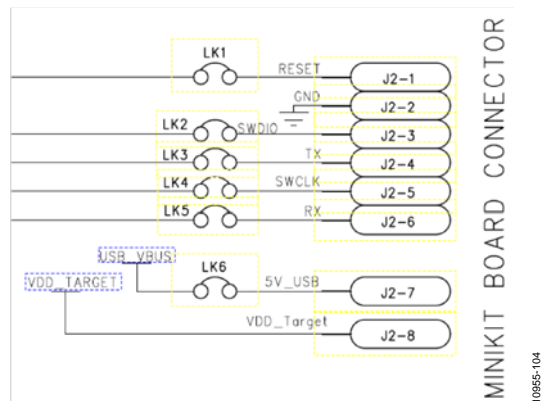

図 5.コネクタ J2
- 図 4 はエミュレータ・ボードの上面図を示します。コネクタ J2 を EVAL-CN0300-EB1Z ボードに差込みます。コネクタ J2 のピン接続を図 5 に示します。